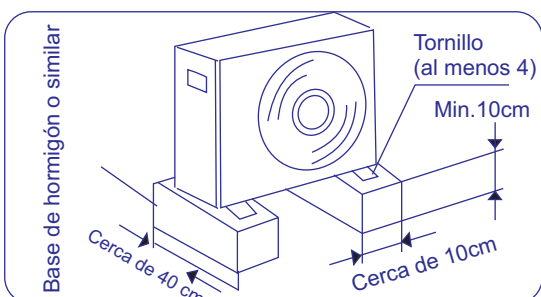

Imagen7.2
- Haga una base fuerte (tabla de 10X40cm2 hecha de hormigón o similar). El electrodoméstico no debería colocarse a menos de 10 cm de altura para evitar que se moje o se corroe. De lo contrario, puede dañar el electrodoméstico o reducir su vida útil. (Imagen 7.2)